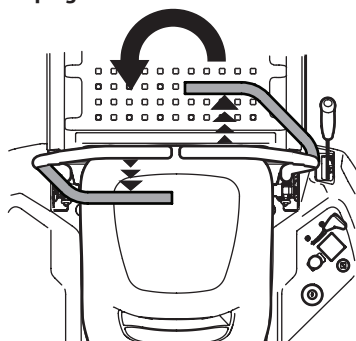

Figure 28
3. Pour tourner dans le sens antihoraire, déplacez le levier de contrôle droite de la barre abdominale vers l'avant tout en déplaçant simultanément le levier de contrôle de la barre abdominale gauche vers l'arrière. Consultez la Figure 28.